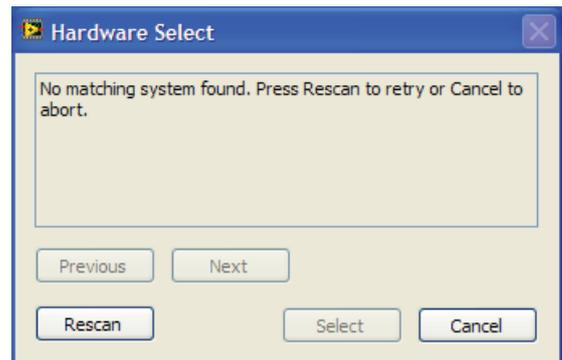

図 8.エラーのポップアップ・ウィンドウ
2. ソフトウェアを起動したときSDPボードがUSBポートに接続されていない場合、接続エラーが表示されます(図 8参照)。評価用ボードをPCのUSBポートに接続して、数sec待った後、**Rescan**をクリックし、指示に従ってください。